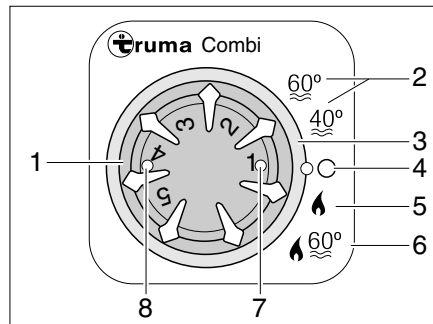

Fig. 313 Unité de commande pour chauffage/chauffe-eau
- Régler le mode de fonctionnement avec l'interrupteur rotatif (Fig. 313,3).
Le chauffage règle le degré d'allumage automatiquement en fonction du niveau de chauffage réglé. En mode de fonctionnement "Chauffage et chauffe-eau" (Fig. 313,6), l'eau du chauffe-eau est également chauffée. Le chauffage peut être exploité avec un chauffe-eau vide dans le mode de fonctionnement "Chauffage sans chauffe-eau" (Fig. 313,5).
- Régler le bouton tournant de température (Fig. 313,1) de l'unité de commande sur le niveau de chauffage désiré.
- Régler l'interrupteur rotatif (Fig. 313,3) sur régime hiver "Chauffage sans chauffe-eau" (Fig. 313,5) ou sur régime hiver "Chauffage et chauffe-eau" (Fig. 313,6).
Le voyant de contrôle vert (Fig. 313,7) s'allume.
- Régler l'interrupteur tournant (Fig. 313,3) sur "O" (Fig. 313,4).